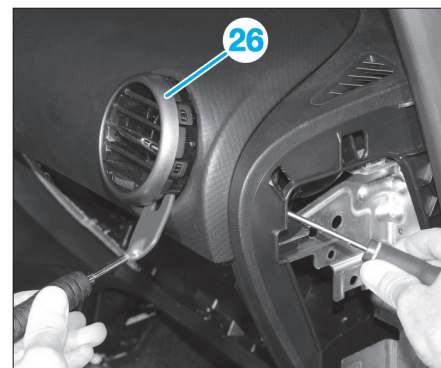

Fig. 49
- Déposer les aérateurs (26) à l'aide du levier (s'aider en poussant avec un tournevis) (Fig.49).